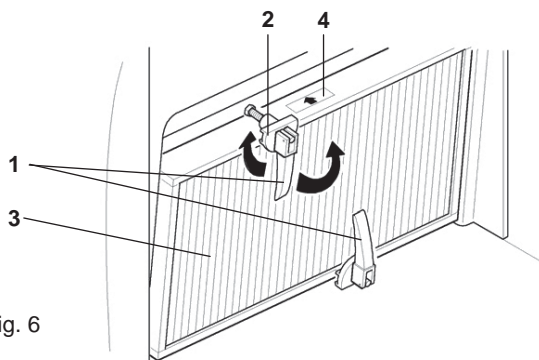

Fig. 6
- Aprire le maniglie (pos. 1)
- Ruotare i fermi (pos. 2) di 180°
- Sostituire il filtro (pos. 3)
- La freccia (pos. 4) va orientata nella direzione del flusso d'aria, dall'esterno all'interno della macchina.
ATTENZIONE: inserire il filtro nella direzione indicata sullo stesso (pos. 4 Fig.6).